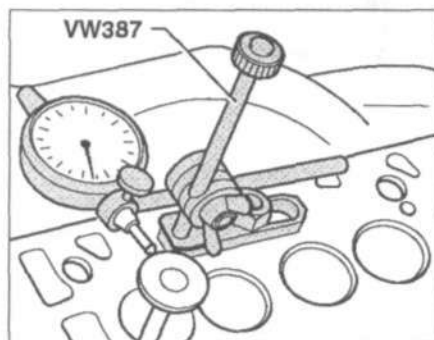

Рис. 7.28. Проверка направляющей втулки клапана.
2. Определите зазор между втулкой и клапаном (рис. 7.28).